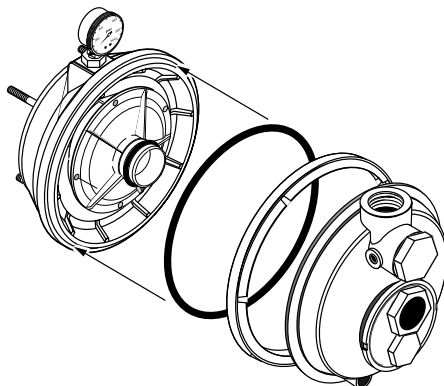

Figure 11
3. Pour que la pompe ne gèle pas, déposer le bouchon d'amorçage et vider le corps de la pompe par le bouchon de vidange (voir la Figure 11, Réf. 18). Bien nettoyer la pompe; reposer le bouchon d'amorçage.
- Poser le joint torique dans la gorge à la surface de la plaque d'étanchéité; mettre les deux moitiés de la pompe ensemble (voir la Figure 11).